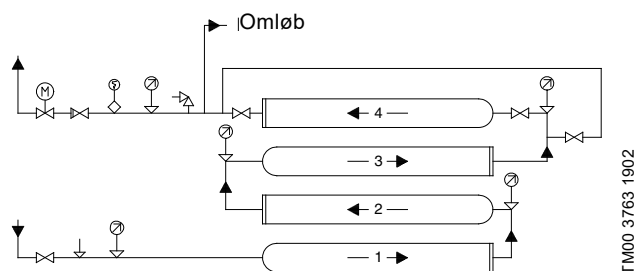

Fig. 9 Trykforøgeranlæg med fire serieforbundne moduler med omløb, monteret over hinanden
- For serieforbundne moduler forsynet med et omløb, monteret over hinanden, anbefaler vi at tilslutte rørene som vist i fig. 9.